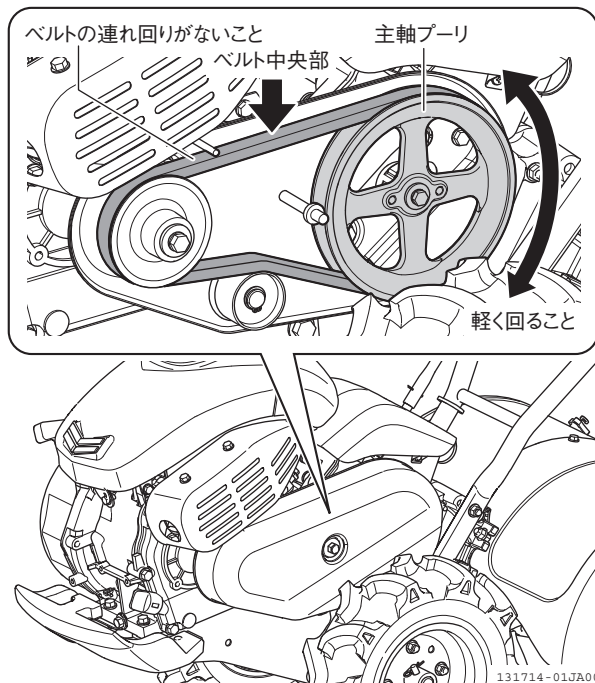

図 4-25 点検のしかた
5. 主クラッチレバー「切」位置、変速レバーを「中立」位置にして、主軸プーリが手で軽く回り、ベルトと主軸プーリの連れ回りがいいことを確認します。(図 4-25)
6. 主クラッチレバー「入」位置で、ベルト中央部を指で押したときのたわみが約10 mmであることを確認します。(図 4-25)